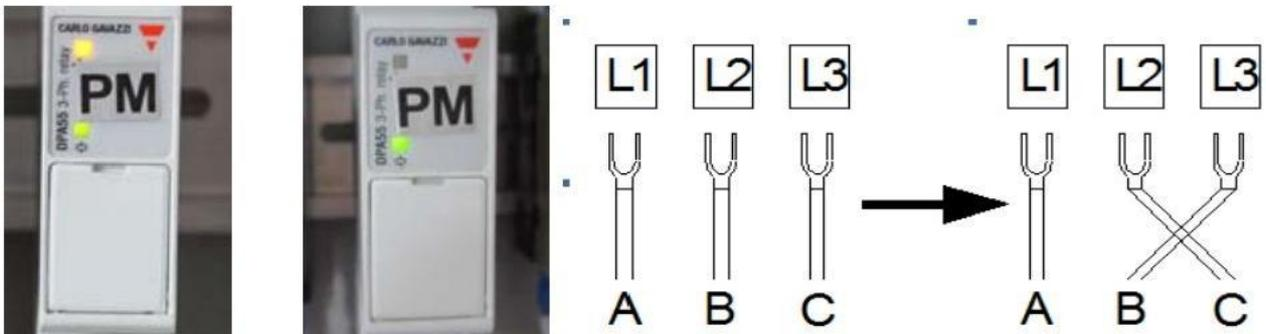

Figura 17 (A) Figura 17 (A) Figura 1 7 (B) Figura 17 (B) Figura 17 (C) Figura 17 (C)
**⚠ Nota:** Si el protector de secuencia de fase enciende dos luces, significa que la secuencia de fase de la fuente de alimentación es correcta, como se muestra en la Figura 17 (A). Si el protector de secuencia de fase solo enciende una luz, significa que
La secuencia de fases de la fuente de alimentación es incorrecta, como se muestra en la Figura 17 (B). En este momento, se debe apagar la fuente de alimentación principal e invertir dos cualesquiera de las tres líneas de fase conectadas a la fuente de alimentación del equipo, como se muestra en la figura